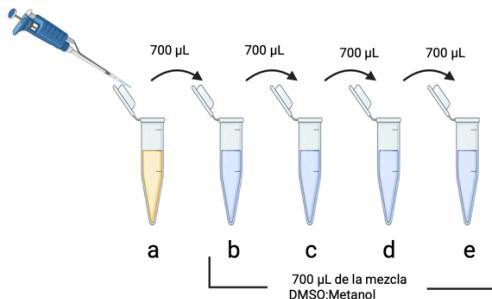

Figura 2. Preparación de los viales **b, c, d** y **e**.
8.- Para preparar las diluciones de los viales **b, c, d, e**, adicionar a partir del **vial b** al **e**, 700 μL de la mezcla DMSO:METANOL. Posteriormente, transfiera 700 μL del **vial a** al **vial b** y mezcle. A partir del **vial b** transfiera 700 μL al **vial c** y mezcle. Posteriormente, transfiera 700 μL del **vial c** al **d** y mezcle. Transfiera 700 μL del **vial d** al **e**. (Figura 2).